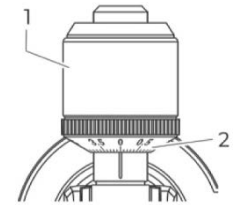

рис.4
8. Удерживая противовес (1) на месте (рис.4), поверните диск с разметкой (2) в положение «0» (положение на 12 часов).
Прижимную силу нужно отрегулировать в соответствии с установленным картриджем (рис. 4).